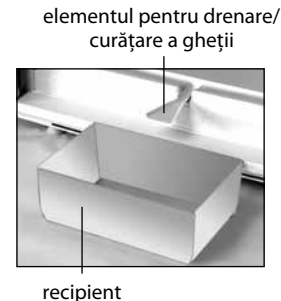
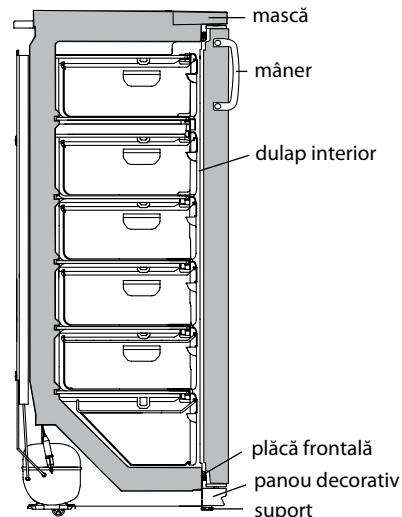

Figura 5 – Recoltarea apei provenite
Figura 6 – Schema congelatorului
- să îndepărtați apa rezultată în urma topirii, instalând în conformitate cu figura 5 elementul de masă plastică pentru drenare / pentru curățare a gheții și orice vas recipient cu volumul nu mai puțin de 2 l;
SEINTERZICE să decongelati congelatorul fără utilizarea elementului pentru drenare instalat în conformitate cu figura 5. Apa rezultată în urma topirii care se scurge din cameră afară de elementul pentru drenare, pătrunzând în locul de alăturare a plăcii frontale la dulapul interior în conformitate cu figura 6, poate provoca coroziunea dulapului exterior al congelatorului și a elementelor agregatului frigorific, defectarea izolației termice, formarea crăpăturilor dulapului interior și defectarea dulapului congelatorului.